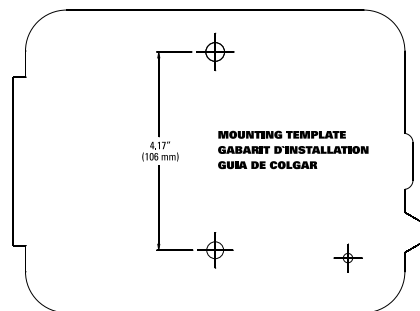

Figura 1: Use la plantilla de montaje (incluida)
- Use la plantilla de montaje (incluida) para marcar la ubicación del tornillo de montaje en la pared. *Consulte la figura 1*